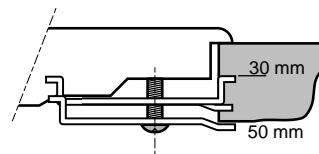

fig.7
- Plaats de kookplaat in de uitsparing en zet de bevestigingsbeugels vast (zie fig. 7).